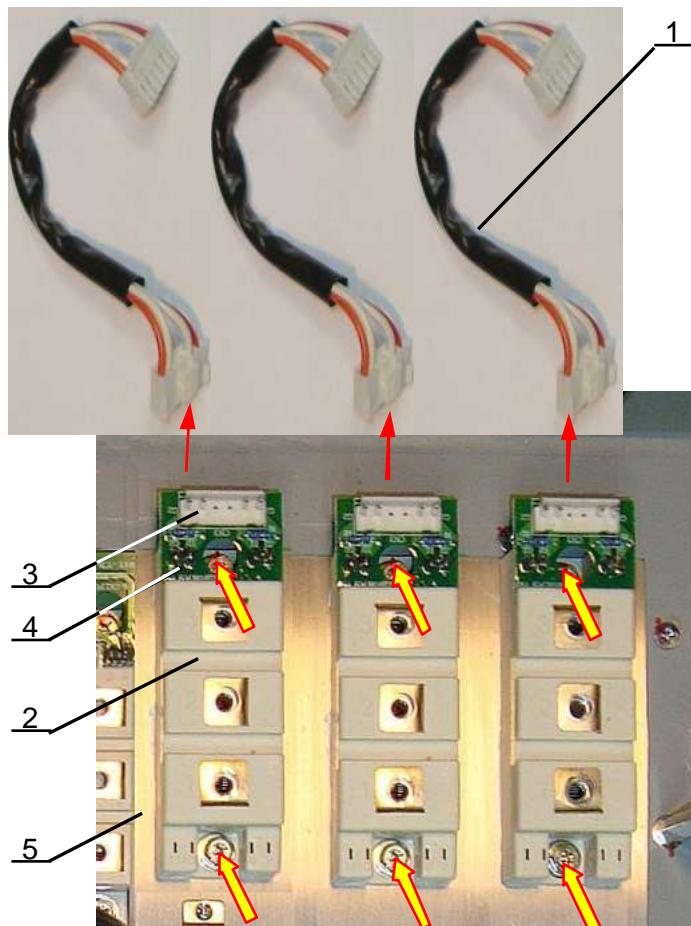

Рис. 6.21
6.14.1. Отсоединить жгуты 1 управления IGBT модулями 2 от разъемов 3 на платах IGBT 4 (рис. 6.21).
6.14.2. Выкрутить 6 винтов (желтые стрелки на рис. 6.21) крепления модулей IGBT 4 к радиатору 5. Снять модули, положить винты и модули в тару.